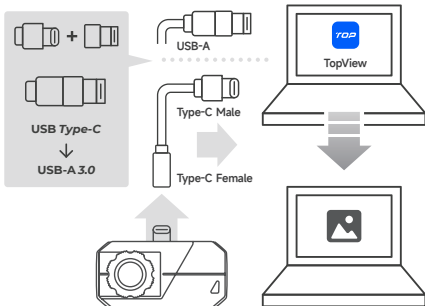

図 3.2.1
2. 付属のアダプタケーブルを使用して、TS001 カメラを Windows ベースのコンピュータに接続します（図 3.2.1 を参照）。